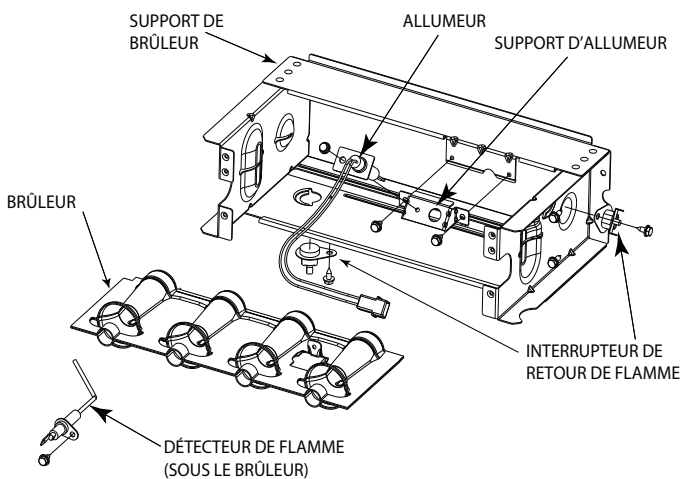
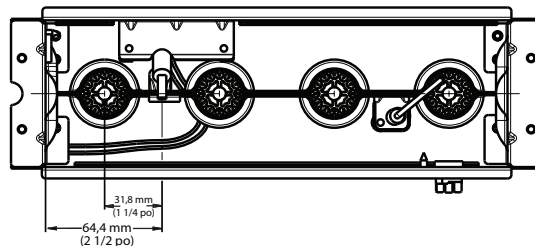
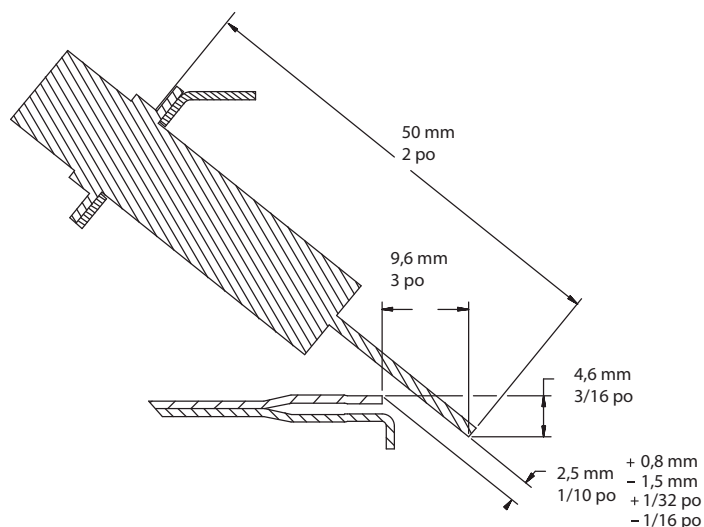

Fig. 69 – Ensemble du brûleur
Fig. 70 – Position de l'allumeur - vue du haut
Fig. 71 – Position de l'allumeur - vue latérale
Consultez la Fig. 69 pour les étapes 5 à 14.
- Vérifiez l'alignement de l'allumeur (consultez les Fig. 69, Fig. 70 et Fig. 71).
L'allumeur n'a **PAS** besoin d'une inspection annuelle. Vérifiez la résistance de l'allumeur avant son retrait (consultez les Fig. 69, Fig. 70 et Fig. 71).
- a. À l'aide d'un tournevis 1/4 po, retirez les deux vis qui fixent le support de fixation de l'allumeur à l'ensemble du brûleur (consultez la Fig. 69).
7. Rebranchez le faisceau de l'allumeur sur l'allumeur en disposant les fils de façon à vous assurer qu'il n'y a aucune tension sur l'allumeur lui-même (consultez la Fig. 69).